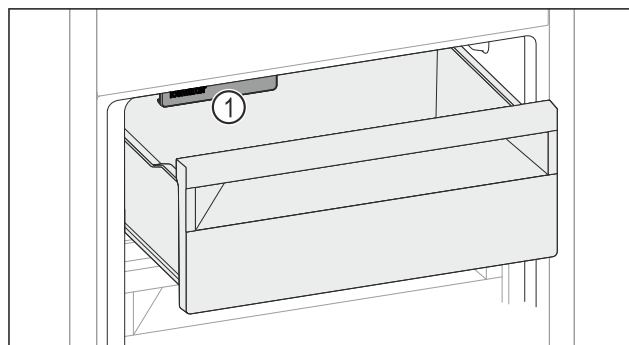

Fig. 46
- ▶ Слідкувати за функцією IceMaker Fig. 46 (1).